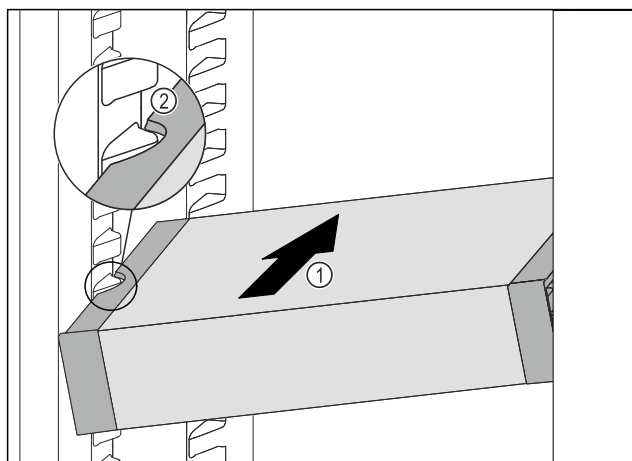

Fig. 136
- Inserire VarioSafe ad angolo nel vano frigorifero Fig. 136 (1), fino a quando le cavità laterali Fig. 136 (2) di VarioSafe non si trovano al livello della nervatura del contenitore nel vano frigorifero.